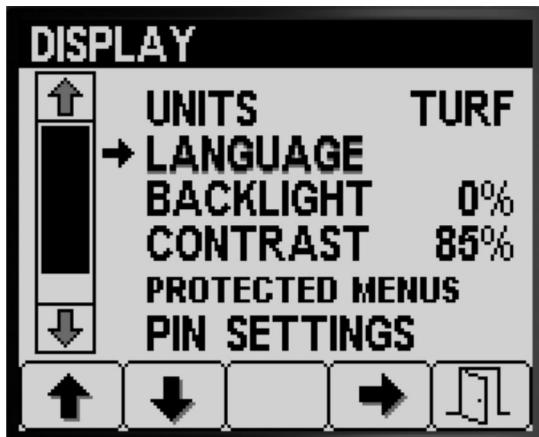

Bild 18
- Drücken Sie die Taste 4, um auf die Option SPRACHE zu navigieren (Bild 18).
- Drücken Sie Taste 1 oder 2, um auf die Option SPRACHE zu navigieren (Bild 18).
- Drücken Sie Taste 4, um den Eintrag SPRACHE auszuwählen (Bild 18).